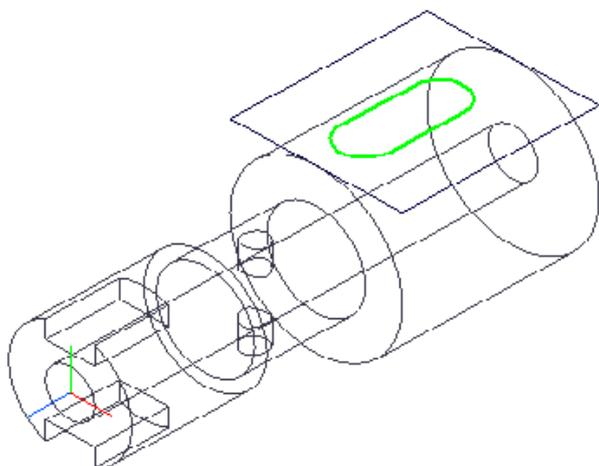

Рисунок 67
9. В созданной вспомогательной плоскости создайте новый эскиз. Для этого проведите вертикальную вспомогательную линию через середину прямоугольника, ограничивающего плоскость, эта линия будет совпадать с осью симметрии шпоночного паза. Постройте контур паза по заданным размерам (рисунок 67). Затем выполните операцию *Вырезать выдавливанием*, установив требуемые параметры (рисунок 68).